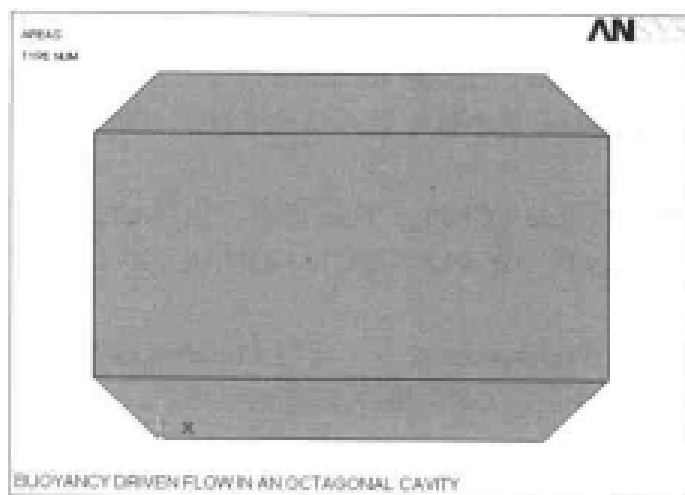

图 14-38 生成的几何模型结果显示
(3) 单击 OK 按钮关闭 Create Keypoints in Active Coordinate System 对话框。
(4) 选择 Main Menu | Preprocessor | Modeling | Create | Areas | Arbitrary | Through KPs 命令，出现 Create Area thru 菜单，在文本框中输入 1, 2, 3, 8，单击 Apply 按钮，在文本框中输入 8, 3, 4, 7，单击 Apply 按钮，在文本框中输入 7, 4, 5, 6，单击 OK 按钮关闭该菜单。
(5) 选择 Utility Menu | Plot | Areas 命令，ANSYS 显示窗口将显示生成的几何模型，如图 14-38 所示。